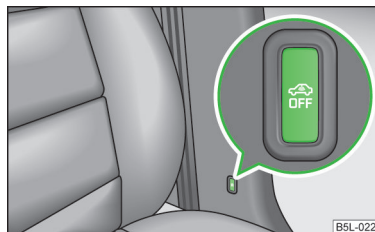

Fig. 16
- Premere il tasto  » fig. 16 sul montante centrale lato guida, nel tasto si illumina il simbolo  passando da rosso ad arancione.